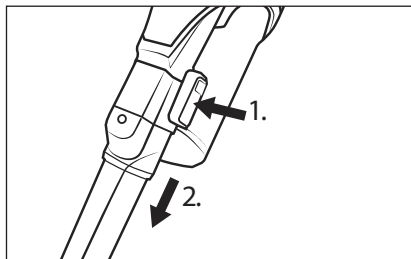

Fig. 15
- ♦ Per rimuovere gli accessori, tenere premuto il tasto di sblocco dell'accessorio e sfilare l'accessorio dal tubo di aspirazione 24 oppure dall'apertura di aspirazione dell'apparecchio (vedere fig. 15).